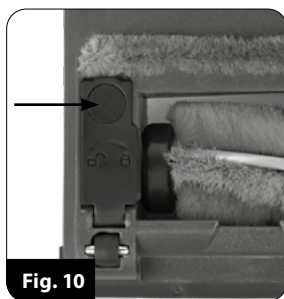

Fig. 10
4. Pulire periodicamente il rullo rotante della spazzola elettrica. Il rullo può essere rimosso dopo aver rilasciato il blocco sulla parte inferiore della spazzola elettrica contrassegnata da una freccia in fig.10. Una volta pulito il rullo, riposizionarlo nella spazzola elettrica e ripristinare il blocco.